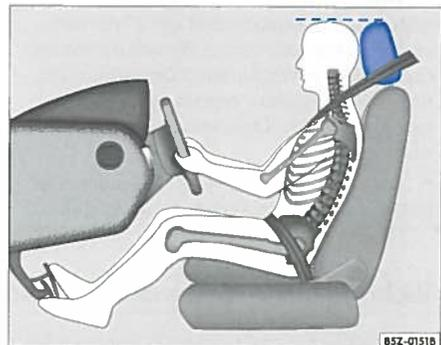

Abb. 2 Die richtige Kopfstützeinstellung des Fahrers
- Stellen Sie die Kopfstützen so ein, dass die Oberkante der Kopfstütze sich möglichst auf einer Linie mit dem oberen Teil Ihres Kopfes befindet ⇒ **Abb. 2** ⇒ Seite 8, „Richtige Einstellung der Kopfstützen“.